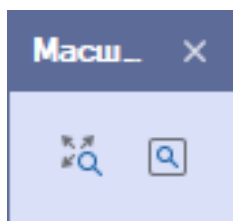

Рис. 200 Масштабирование
- используя панель инструментов «Масштабирование», см. Рис. 200.